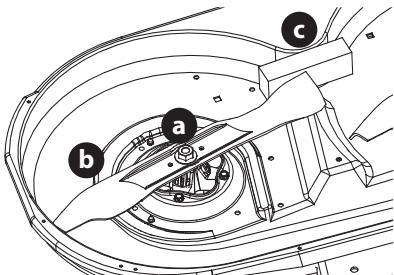

Figura 51
2. Coloque un bloque de madera (c) entre el alojamiento de la plataforma y el borde de corte de la cuchilla (b) para ayudar a aflojar la tuerca hexagonal (a) que fija la cuchilla (b). Utilice una llave de 15/16 pulgadas para aflojar la tuerca hexagonal (a) (Figura 51).